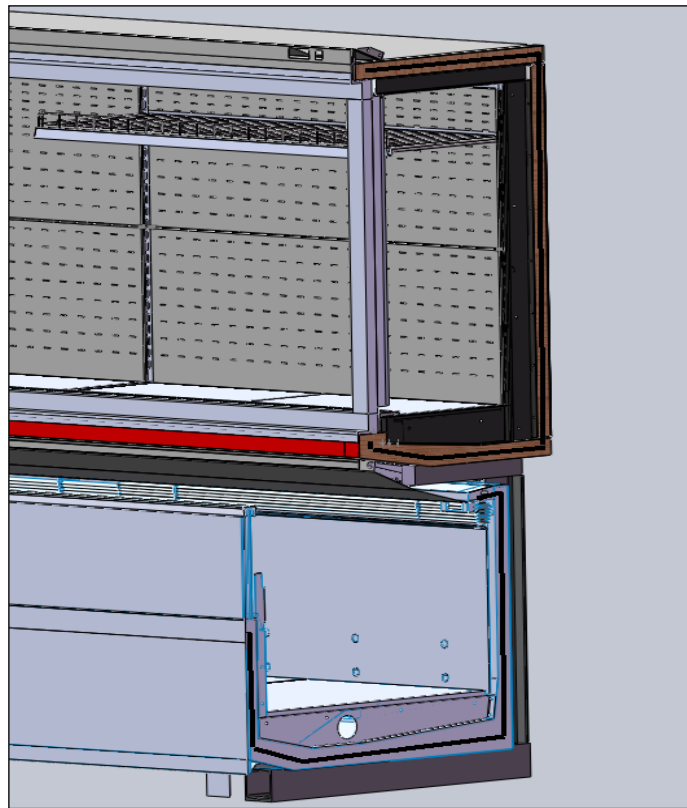

рис. 1
1. Оклеить торцы стыкуемых витрин JASON SE лентой поролоновой 30X6, входящую в комплектацию витрин (рис. 1);